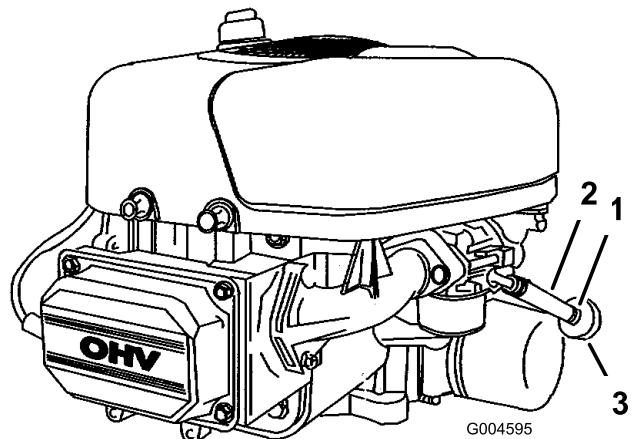

Figura 27
8. Premete le estremità della fascetta stringitubo e sfilatela dal tubo del carburante in direzione del serbatoio (Figura 27).
9. Staccate il tubo del carburante dal filtro (Figura 27) e spurate la benzina in una tanica o in una bacinella di spurgo.
Sostituite il filtro carburante ogni 100 ore di funzionamento oppure ogni anno, optando per l'intervallo più breve. Il momento più opportuno per sostituire il filtro del carburante (Figura 27) è quando il serbatoio del carburante è vuoto. Non rimontate mai il filtro carburante sporco dopo averlo tolto dal tubo di alimentazione del carburante.
7. Premete le estremità delle fascette stringitubo ed allontanatele dal vecchio filtro del carburante (Figura 27).